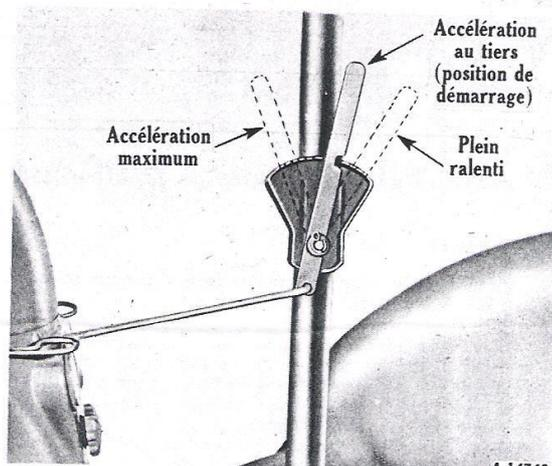

Figure 4 - Différentes positions de la manette de contrôle du régulateur.
3 - Placez la manette de contrôle du régulateur à la position d'accélération au tiers, figure 4.
- 3 - Placez la manette de contrôle du régulateur à la position d'avance au tiers, figure 4.